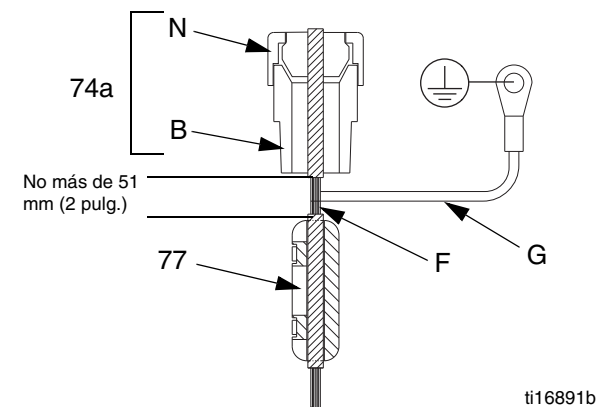

FIG. 6. Circuito del cable de campo de IS
El cable de campo IS está conectado a tierra por medio del tornillo de conexión a tierra en la caja de conexiones. Vea la FIG. 6.
Tienda el cable de campo de IS a través del aliviador de esfuerzo del conductor (74a) y conéctelo a J2 y J3 en la tarjeta de circuito. Vea la FIG. 6 y los **Diagrama de cableado del sistema** en la página 11.
Vea la FIG. 6. Apriete la tuerca (N) en el aliviador de tensión conductor (74a) de forma segura. Instalar la ferrita (77) en el campo de la energía (F), no más de 51 mm (2 pulg.) Desde la parte inferior del controlador de alivio de tensión (74a). Instale el cable de conexión a tierra (G) al tornillo de conexión a tierra en la caja de conexiones.